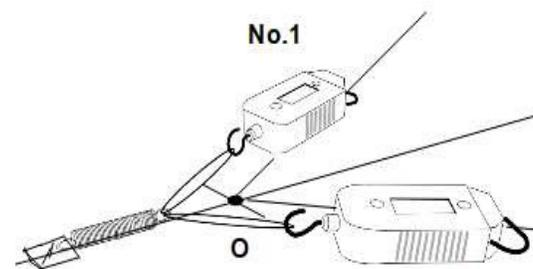

Fig. 3
3. Engancha un dinamómetro a cada cuerda, como se muestra en la Fig. 3. Cada dinamómetro representará una fuerza actuando desde un ángulo diferente hacia el punto "O".